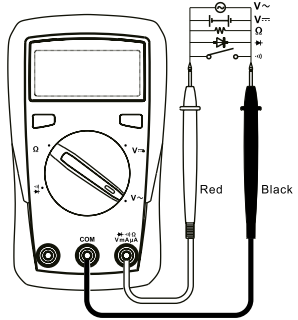

Abbildung 2
- 1. Spannungsmessung AC/DC (siehe Abbildung 2)**
- 2. Widerstandsmessung (siehe Abbildung 2)**
- 3. Durchgangsmessung (siehe Abbildung 2)**
- 4. Diodenmessung (siehe Abbildung 2)**